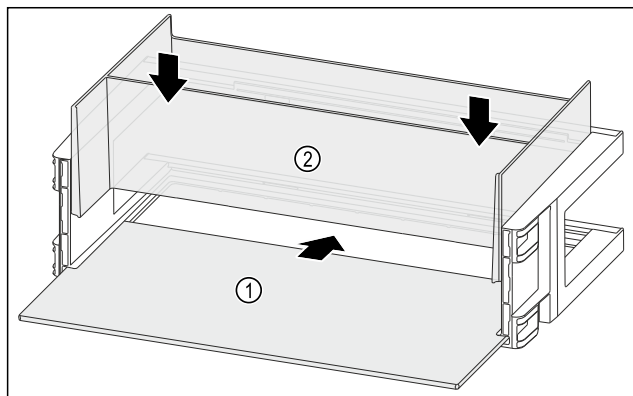

Fig. 118
- Zasuňte odkladaciu plochu Fig. 118 (1) do bočných vybraní.
- Vložte organizátor Fig. 118 (2).